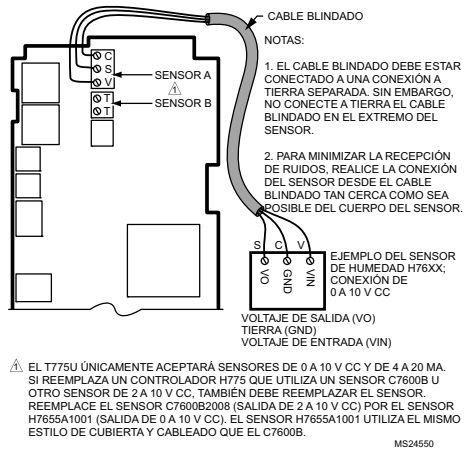

Fig. 5. Cableado de los sensores: conexión del cable blindado de 3 alambres del sensor A al sensor de 0 a 10 V CC (se muestra el sensor de humedad H76xx).
Los sensores en las Fig. 5 – 8 que comienzan en la página 6 son ejemplos e ilustran el voltaje y el cableado de corriente de los sensores de 3 alambres y de 2 alambres al terminal del sensor A. Para ver los detalles de cableado del terminal, consulte la Fig. 11 y la Tabla 2 en la página 9. Se admiten otros sensores. Consulte las descripciones de los sensores en la página 2.
- Otros transmisores pueden conectarse de la misma manera. Por ejemplo, el cableado de 0 a 10 V CC que se muestra en la Fig. 5 de la página 6 con el sensor H76XX también puede realizarse con el P7640 o con cualquier otro transmisor.